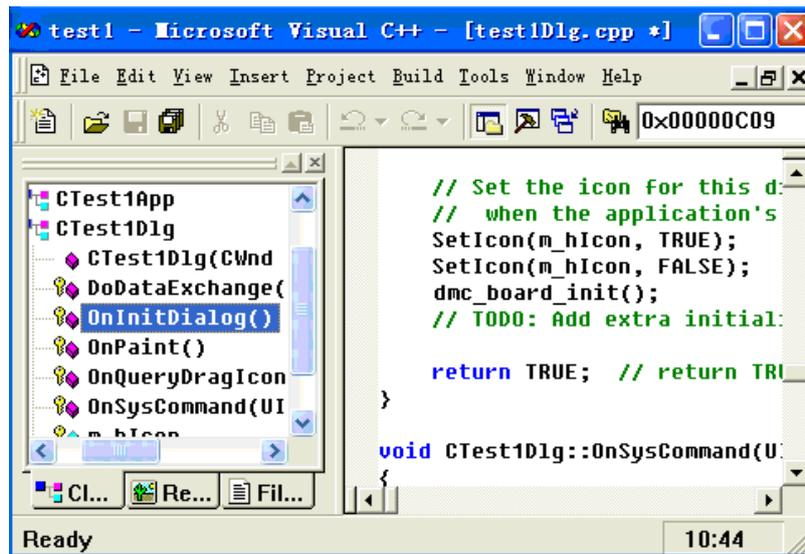

图 5.9 程序增加初始化函数
11) 在 `CTest1Dlg::OnInitDialog()` 函数中添加代码：`dmc_board_init_eth()`；如图 5.9。